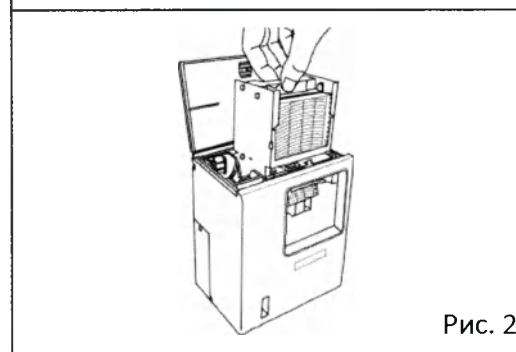

Рис. 2
2. Откройте верхнюю крышку и вытяните картридж вверх. Крышка может быть открыта поворотом рукоятки против часовой стрелки (см. Рис. 2).